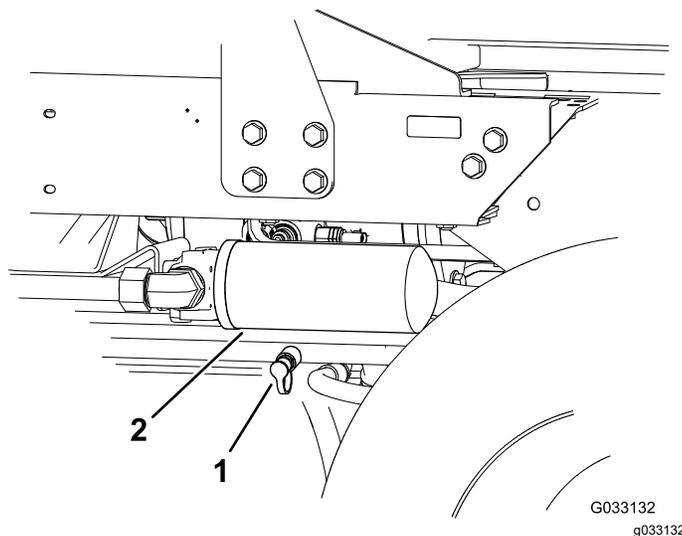

**Рисунок 63**
1. Установите диагностический штуцер в немаркированное отверстие, расположенное между отверстиями M8 и P2 в заднем тяговом коллекторе (Рисунок 63).